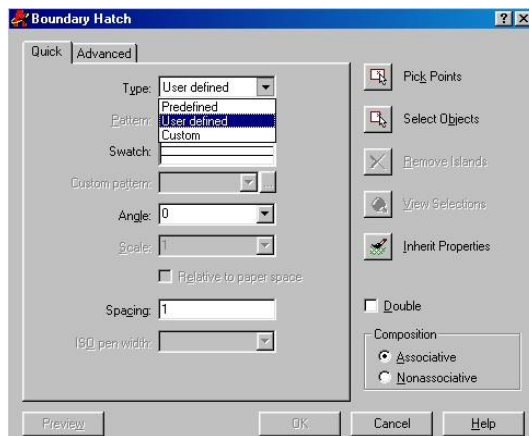

Рисунок 15 – Діалогове вікно параметрів штриховки
- команда **HATCH**  (штриховка) дозволяє отримувати різні види штриховки замкнених контурів за допомогою шаблонів або паралельними лініями з заданими дистанцією та кутом нахилу. Після виклику команди з'являється діалогове вікно, вид якого наведений на рис. 15.